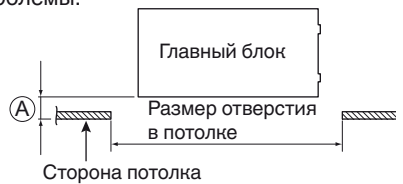

Рис. 7-1
- (1) Проверьте, чтобы размеры отверстия в потолке находились в пределах следующего диапазона: 600 × 600 мм
- (2) Убедитесь, что положения внутреннего блока и потолка соответствуют показанным на схеме. Если положение поверхности потолка и блока не совпадают, может возникнуть утечка воздуха, утечка воды, нарушение работы заслонки или другие проблемы.
- Ни в коем случае не устанавливайте панель в перевернутом положении. Либо подвесьте ее вертикально, либо установите вверх выступающего предмета. Установка в перевернутом положении приведет к повреждению поверхности. (Рис. 7-1)
Ⓐ должен быть в пределах диапазона 13 – 18 мм. (Рис. 7-1) Если его размеры не будут находиться в пределах этого диапазона, возможно возникновение неисправности или другой проблемы.